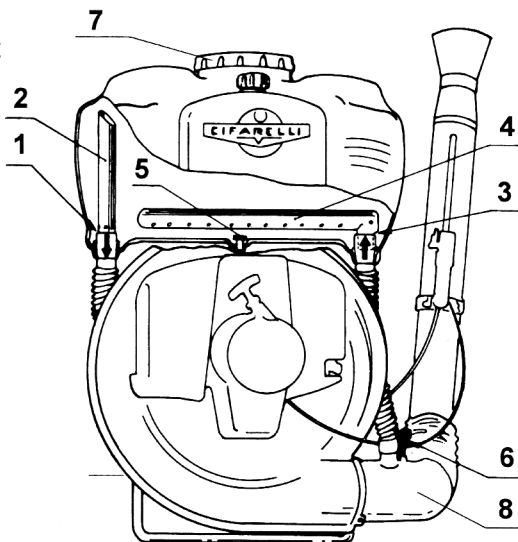

Figura 8 - Furtunul pentru praf
Aruncătorul de praf poate fi reglat mișcând Figura 8 Furtunul pentru praf Mânerul Figura 7 poziția 6 spre pozițiile + sau -. Praful pe care îl folosiți trebuie să fie uscat. Dacă întâmpinați probleme cu eliminarea prafului, ar putea fi util să îndepartați dispozitivul pentru jet.
**ATENȚIE!** Îndepărtați țeava din Figura 8 din vinclul mașinii când aceasta este folosită ca atomizor pe baza de lichide.